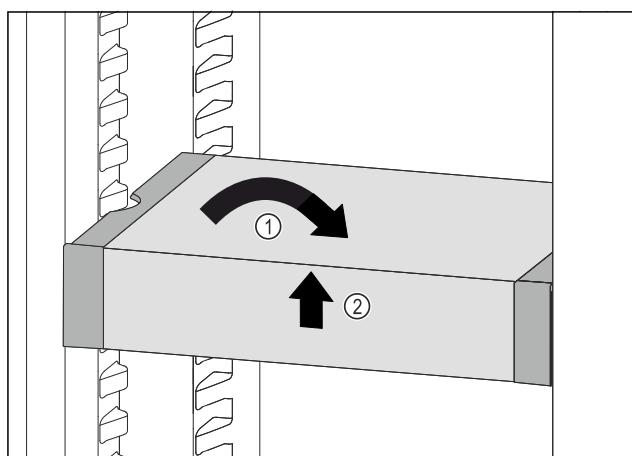

Fig. 64
- Извадете VarioSafe. Fig. 64 (1)
- Повдигнете VarioSafe отпред. Fig. 64 (2)